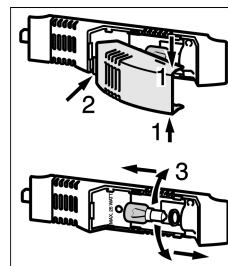

Fig. 8
- Saisir la protection d'ampoule en haut et en bas Fig. 8 (1).